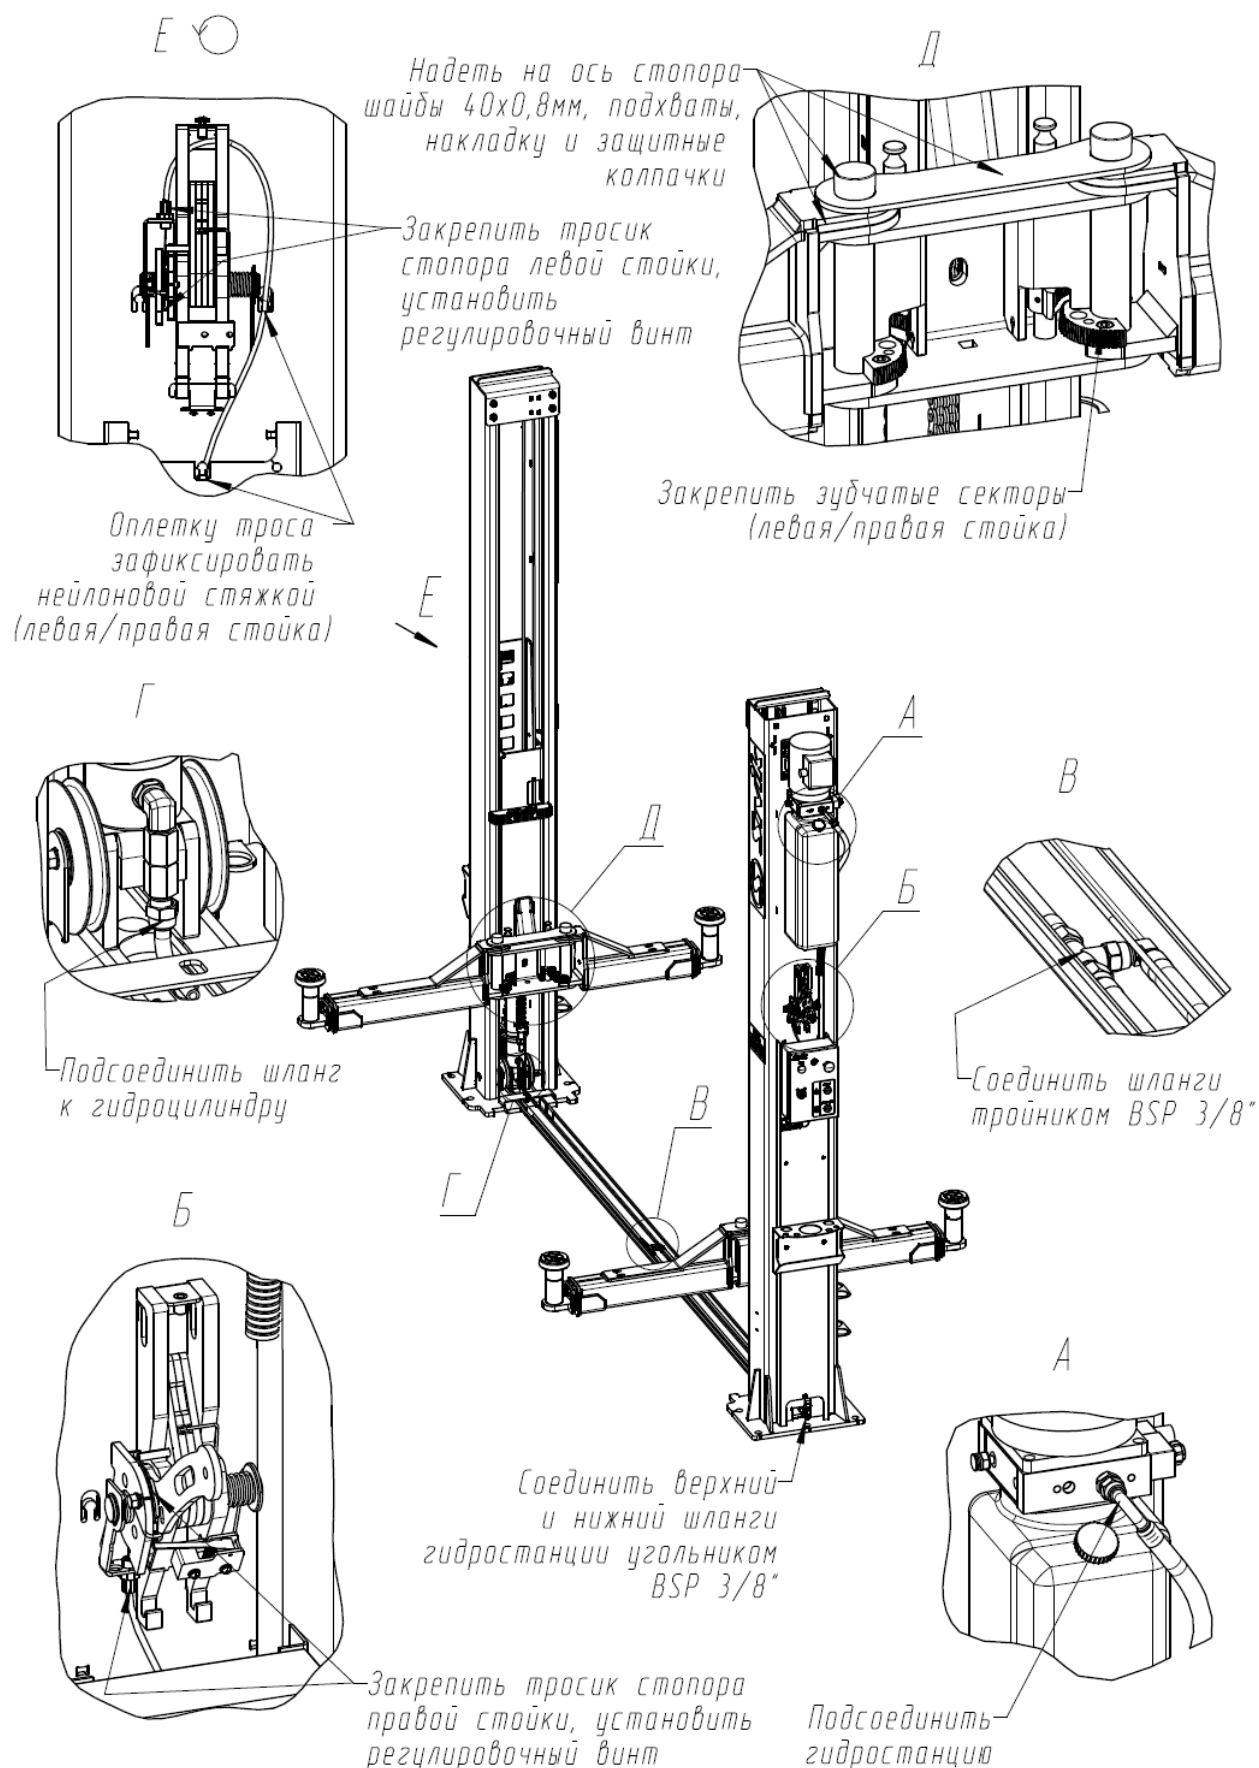

Рисунок 5 - Соединение рукавов высокого давления и крепление тросика стопорения.
6.4 Соединить рукава высокого давления между собой с помощью тройника согласно схеме гидравлической принципиальной (см. Приложение А и рисунок 5). Тройник должен располагаться горизонтально (см. рисунок 5, вид В). При затяжке гаек не допускается скручивание рукавов.
6.5 Установите тросик системы стопорения (см. рисунок 5). Снимите защитные кожухи правой и левой стоек. На правой стойке проденьте тросик через регулятор натяжения и отверстие опоры, обогните барабан и зафиксируйте его (см. рисунок 5, вид Б)
продев через регулятор натяжения и отверстие опоры, после чего обогните барабан. Выберите слабинку и зафиксируйте тросик на барабане левой стойки (см. рисунок 5, вид Е).
После регулировки зафиксируйте оплетку тросика в нескольких местах нейлоновыми стяжками, прикрепив ее к рукавам высокого давления между стойками и специально отведенным местам на стойках (см. рисунок 5, вид Е).
На оси портов кареток наденьте усилительные накладки и защитные заглушки оси порта каретки (пластиковые) (см. рисунок 5, вид Д). Эксплуатация подъемника без установки зубчатых секторов не допускается.